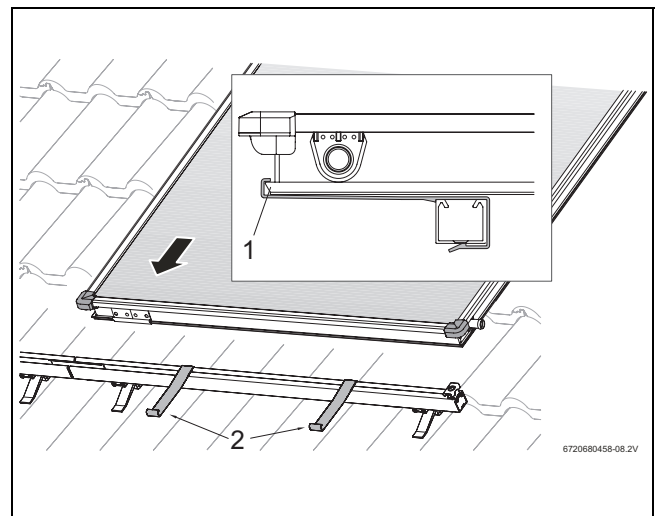

Fig. 38 Amplasarea primului panou pe șinele profilate
- ▶ Amplasați primul panou pe șinele profilate și lăsați-l să alunece în siguranțele împotriva alunecării (Fig. 38).
Muchia din partea inferioară a panoului (Fig. 38, [1]) trebuie să se afle în orificiul siguranței împotriva alunecării.